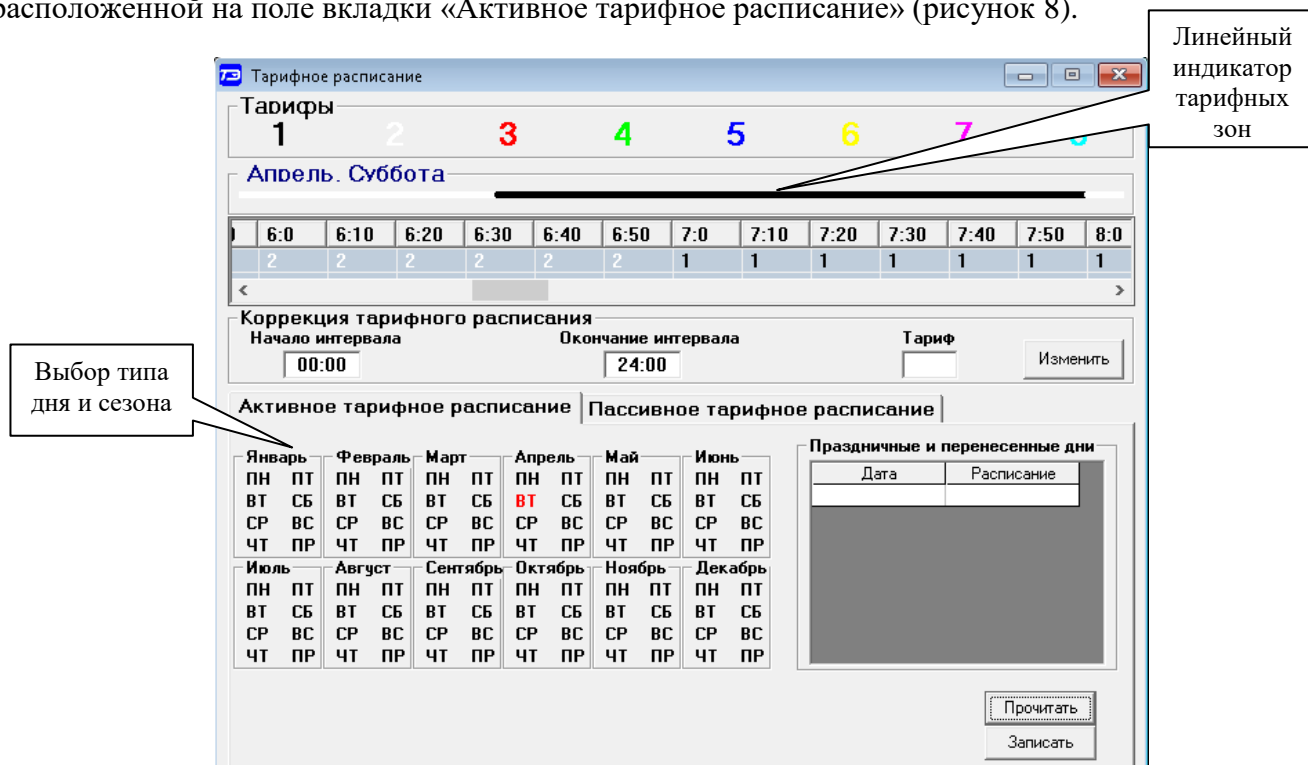

Рисунок 8 - Форма «Тарифное расписание», вкладка «Активное тарифное расписание»
4.10.2.1 Чтение активного тарифного расписания производится по кнопке «Прочитать», расположенной на поле вкладки «Активное тарифное расписание» (рисунок 8).